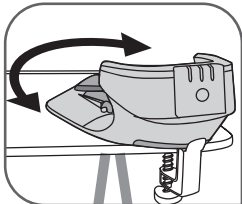

Fig.4
- Állítsa be a lábazat dőlésszögét a vasalódeszkan – **fig.4.** Célserű a lábazat dőlésszögét a vasalódeszkan 45°-ra állítani a nagyobb kényelem érdekében.